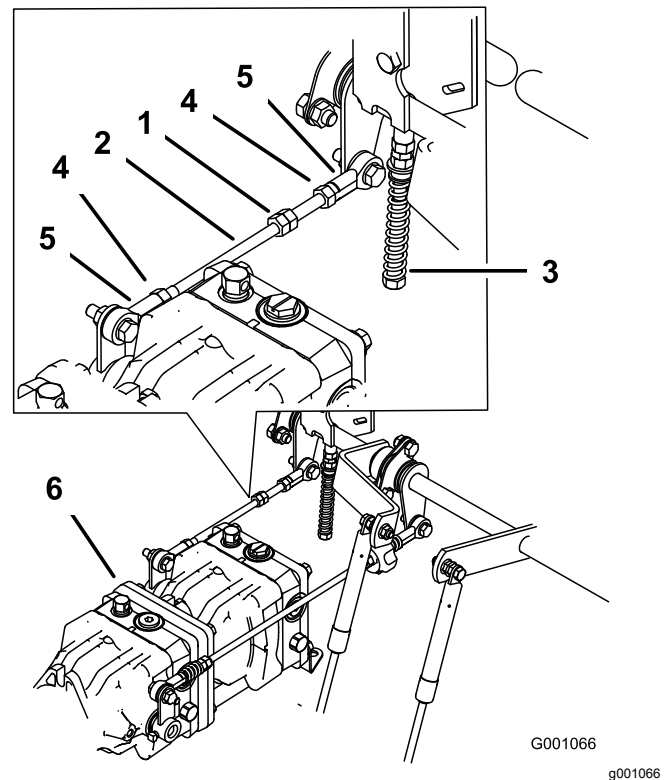

Figure 100
1. Desserrez les contre-écrous sur les rotules de la tige de commande de la pompe (**Figure 100**).
3. Réglez la longueur de la tige de pompe en tournant les doubles écrous dans le sens voulu, jusqu'à ce que la roue soit immobilisée ou tourne légèrement en arrière (**Figure 100**).
6. Serrez les contre-écrous contre les rotules (**Figure 100**).